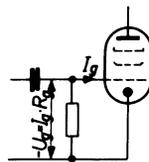

Fig. 9.03. Am Gitterableitwiderstand durch den Gitterstrom automatisch erzeugte Gittervorspannung.
2. Automatische Gittervorspannung am Gitterableitwiderstand erzeugt gemäß Fig. 9.03.